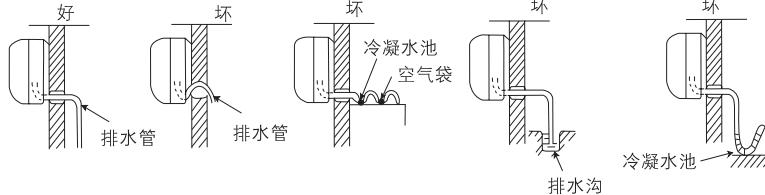

图27
- (1) 用附件⑯排水管与室内机组的出水管连接起来。
- (2) 如要使冷凝水流得舒畅,排水管应倾斜少许,如图27所示。